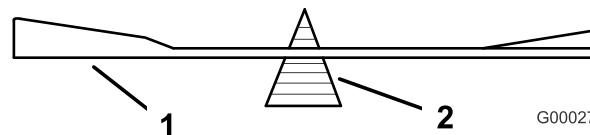
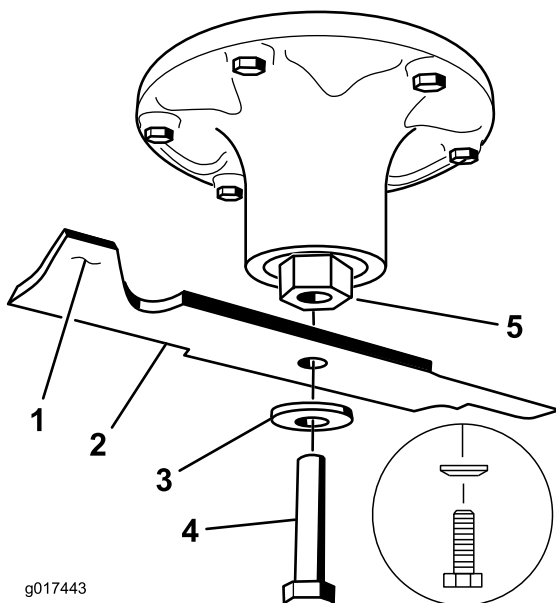

Bild 78
Bild 79
2. Überprüfen Sie die Auswuchtung des Schnittmessers auf einer Ausgleichsmaschine (Bild 78). Wenn das Schnittmesser in seiner horizontalen Position bleibt, ist es ausgewuchtet und kann wiederverwendet werden. Feilen Sie, wenn das Schnittmesser nicht ausgewuchtet ist, vom Flügelbereich des Messers etwas Metall ab (Bild 79). Wiederholen Sie diesen Vorgang, bis das Messer ausgewuchtet ist.
2. Setzen Sie das Messer, die Federscheibe und die Messerschraube ein. Der Konus der Federscheibe muss bei der Installation in Richtung Schraubenkopf zeigen (Bild 79). Ziehen Sie die Messerschraube mit 115 bis 149 Nm an.